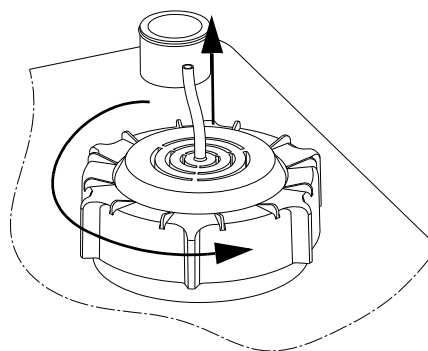

Fig. 11 Îndepărtarea senzorului de nivel.
2. Slăbiți bușonul filetat rotindu-l în sens opus acelor de ceasornic. Vezi fig. 11.